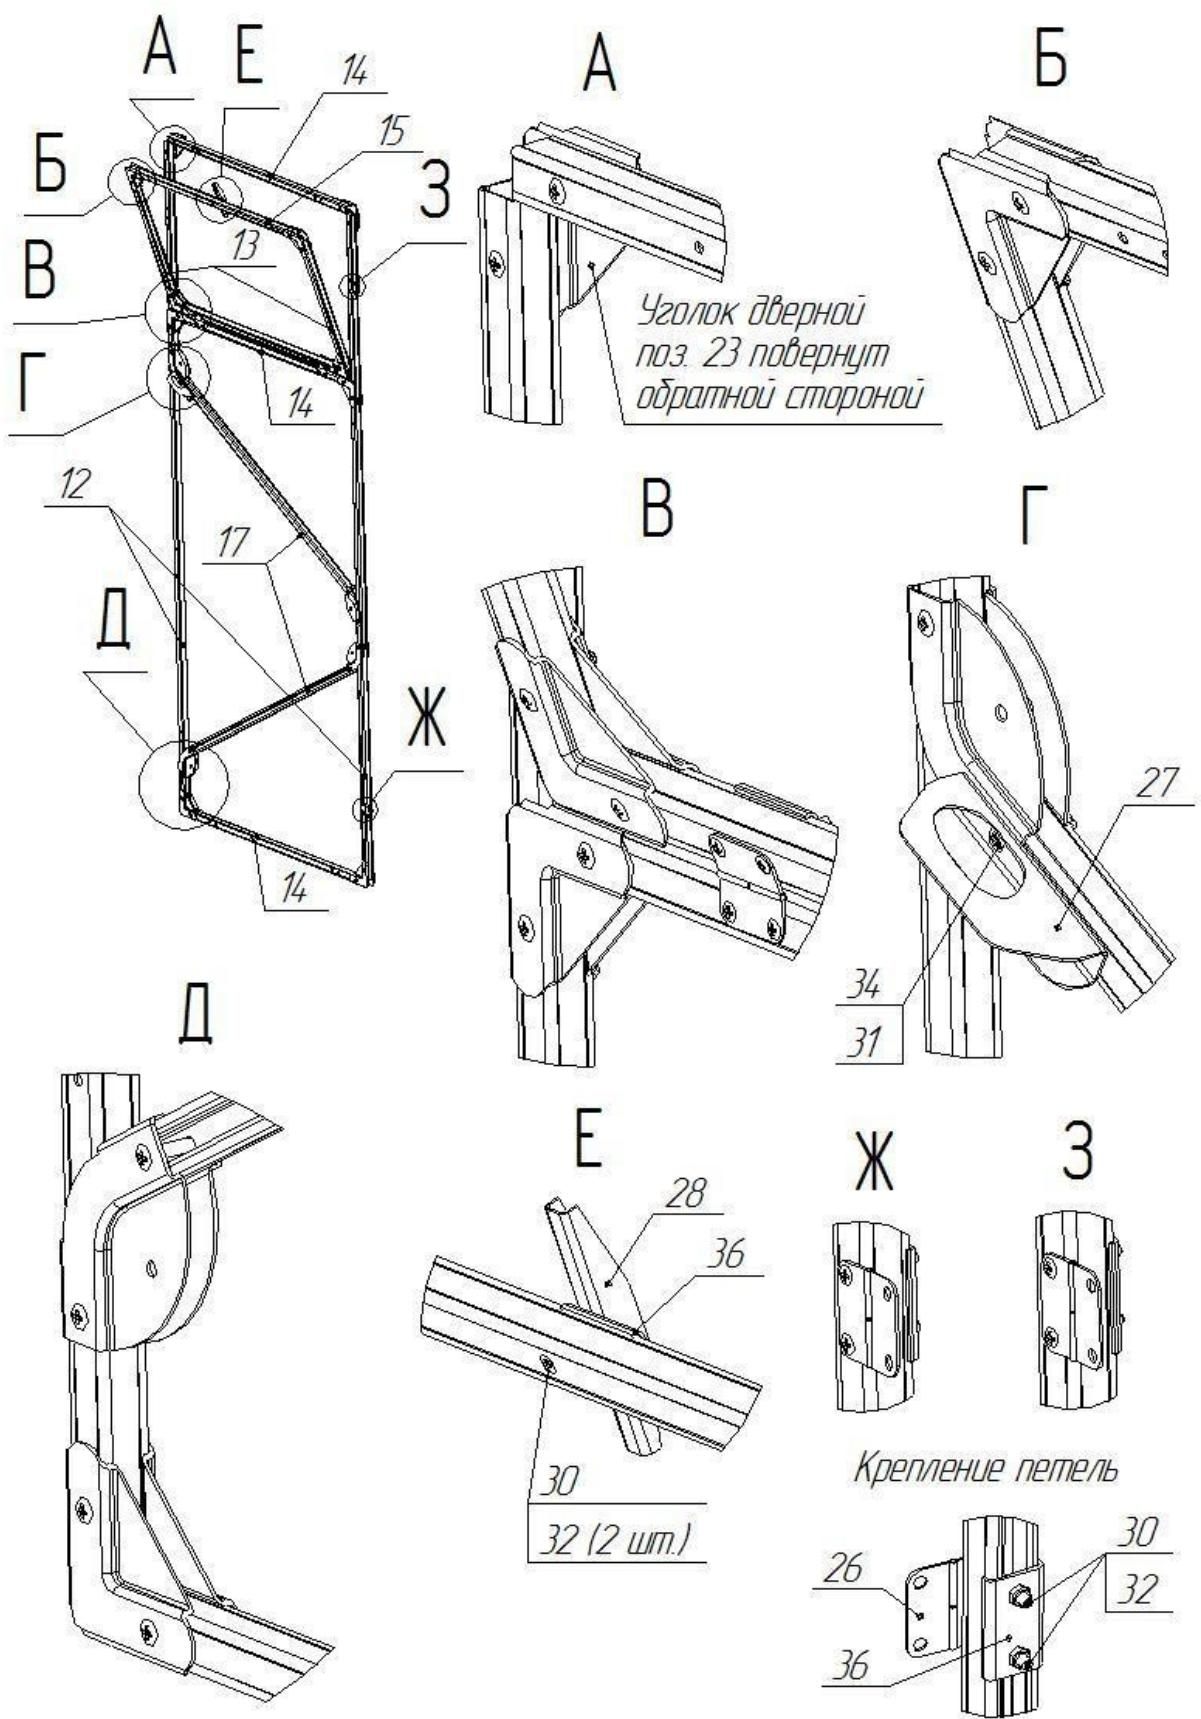

Рис. 6
- 6.5 Соберите каркасы дверей с форточками (рис.6). ***Не забывайте, что расположение стоек двери, имеющих отверстия под установку петель должно соответствовать расположению стойки дверного проема также имеющей отверстия под навеску.***
- 6.7 Установка вертушков на двери производится после крепления поликарбоната в любом удобном месте, вертушки на форточки крепятся к детали 15 рис. 6(Е). (вертушки устанавливаются при помощи винта M4x30 и двух гаек).